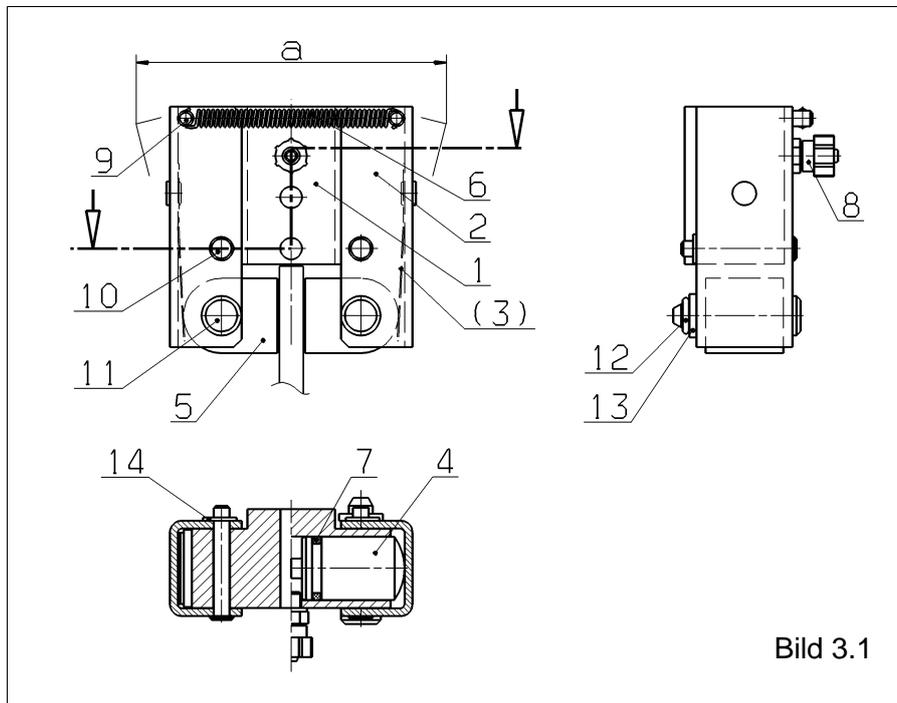

Bild 3.1
- die Ausführung DH 005 PFK, Befestigung der Bremszange rechtwinklig zur Bremsscheibe siehe Bild 3.1 unter Absatz 3.
Tritt Belagverschleiß an den Reibbelägen auf, werden im geschlossenen Zustand der Bremszange (Die Bremszange ist mit Drucklauf beaufschlagt) die Hebeln (2) weiter gespreizt (siehe Bild 3.1, Maß a).